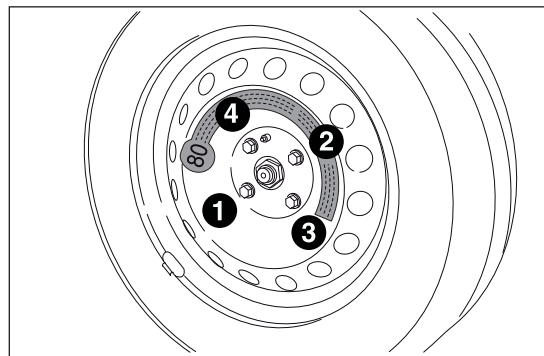

fig. 106
- mediante l'utilizzo della chiave A, avvitare a fondo i bulloni, passando alternativamente da un bullone a quello diametralmente opposto, secondo l'ordine numerico illustrato in fig. 106;